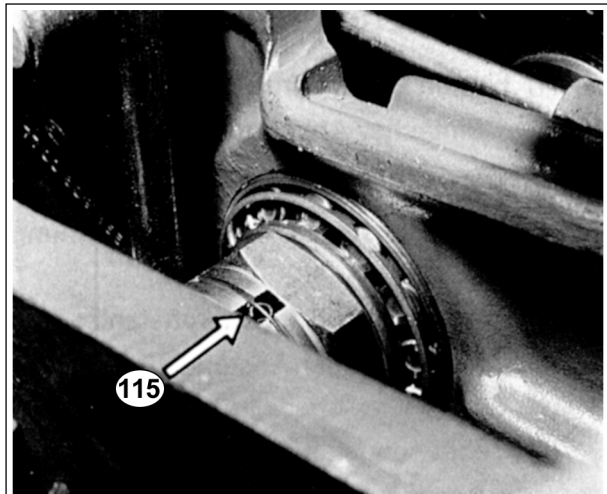

Bild 3
- Die Mutter (115) lösen (Bild 3).